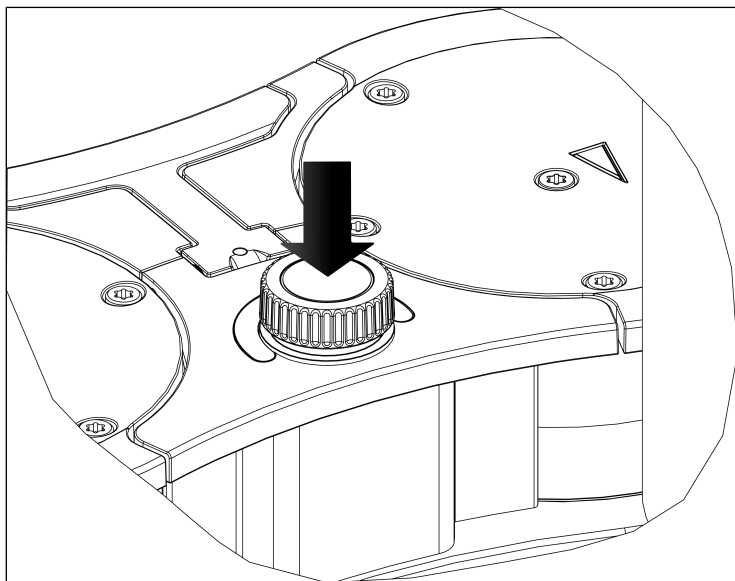

Fig. 9: Iniciar y detener el servicio de bombeo del sistema de vacío con botón giratorio/pulsador
- Iniciar el servicio de bombeo del sistema de vacío presionando el botón giratorio/pulsador (ver Fig. 9).